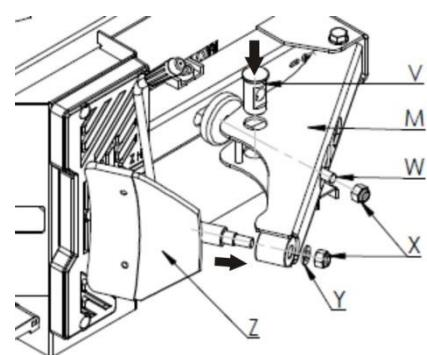

Fig. 10
- Trek de hielbrekerarm naar buiten, breng de arm vervolgens naar binnen en steek de zuigerstang (W, fig.10) in de houder van de zuigerstang (V, fig.10), draai nu de moer (X, fig.10) stevig vast m.b.v. een luchtboor.
- Plaats nu het hielbrekerblad (Z, fig.10) en zet dit stevig vast met de ring (Y, fig.10) en moer (X, fig.10).